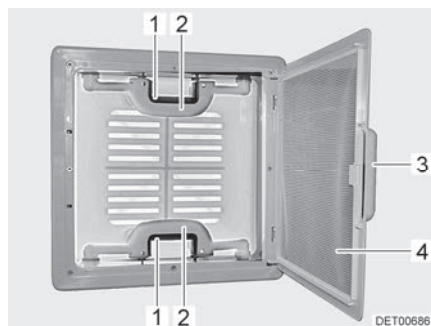

Fig. 73 Lanterneau à poussoirs
- Tirer sur la poignée (Fig. 73,3).
- Rabattre la moustiquaire (Fig. 73,4) vers le bas.
- Appuyer sur le verrou (Fig. 73,1) vers l'intérieur du lanterneau. Pousser le lanterneau simultanément vers le haut par la poignée (Fig. 73,2).
- Faire basculer la moustiquaire (Fig. 73,4) vers le haut jusqu'à ce qu'elle s'enclenche.
- Tirer fortement le lanterneau vers le bas par les deux poignées (Fig. 73,2) jusqu'à ce que les deux poussoirs (Fig. 73,1) s'encliquettent.